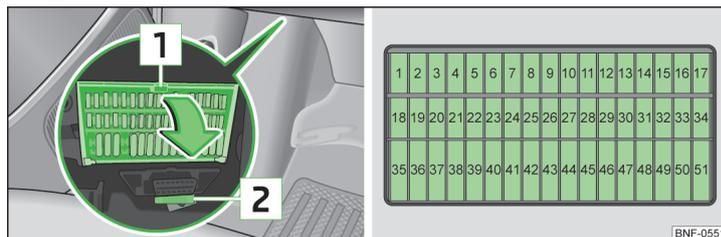

Fig. 125 Boîte à fusibles / fusibles
Les fusibles se trouvent en dessous du volant dans la partie inférieure du tableau de bord » fig. 125.
- Appuyez sur la languette de fixation **1** » fig. 125.